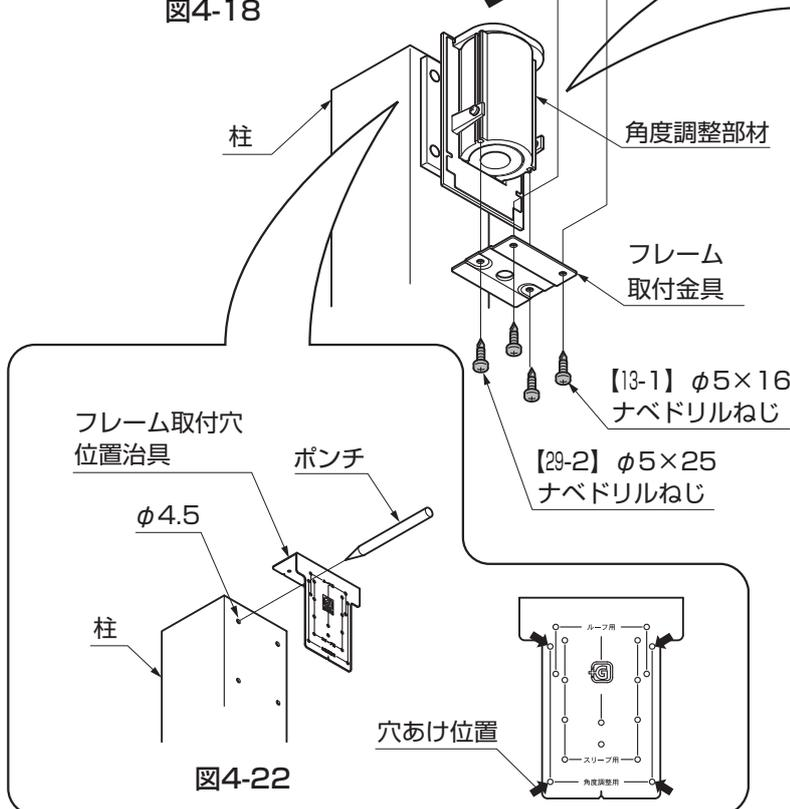

図4-22
- ① フレーム取付穴位置治具を柱にあて、ケガキ、ドリルでφ4.5の穴をあけてください。(図4-22参照)